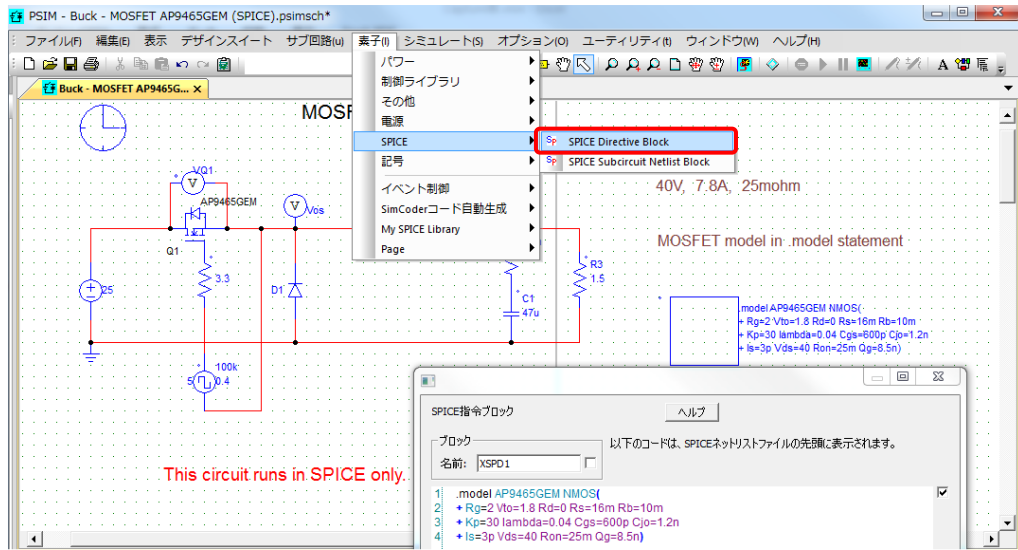

図 9 SPICE Directive Block 選択及び表示画面
- ・ PSIM メニューの **編集>>ライブラリ編集>>ライブラリファイルの編集** で開くイメージライブラリのウィンドウで "新しいライブラリを作成" をクリックします。(図 9 を参照してください)